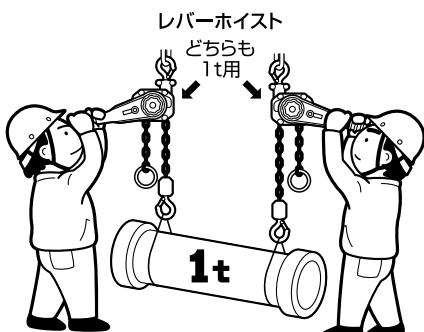
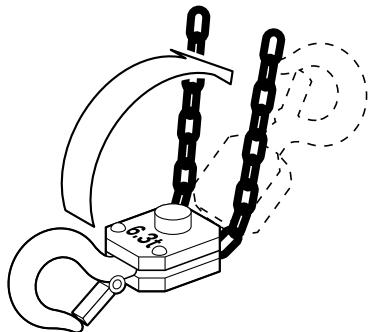

図10
図11
- (26)本体に取り付けられた注意ラベルや銘板を外したり、不鮮明なまま使用しないでください。 !
- (27)人間の手引き力以外での操作はしないでください。
- (28)遊転操作時にロードチェーンを急激に引っ張らないでください。
- (29)玉掛け用具はフックに正しく掛けてください。
- (30)巻上げは、ロードチェーンまたは玉掛け用具が張ったところで一度停止してください。
- (31)共づりする場合は、それぞれの1台のレバーホイストで、その荷をつれる定格荷重のものを使用してください。図10
- (32)本体・ロードチェーンに砂などがたま積しないように常に清掃してください。
- (33)作業に対し揚程が十分であることを確認してください。
- (34)ロードチェーンの掛け数が2本以上の場合は、下フックがロードチェーンの間をくぐってトンボと言う異常状態になっていないか確認してください。図11
- (35)ロードチェーンに油が付いているか確認してください。